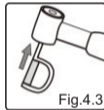

Fig.4.3
- 2) Encaixe a lixa na cabeça do contra-ângulo (Fig.4.3);